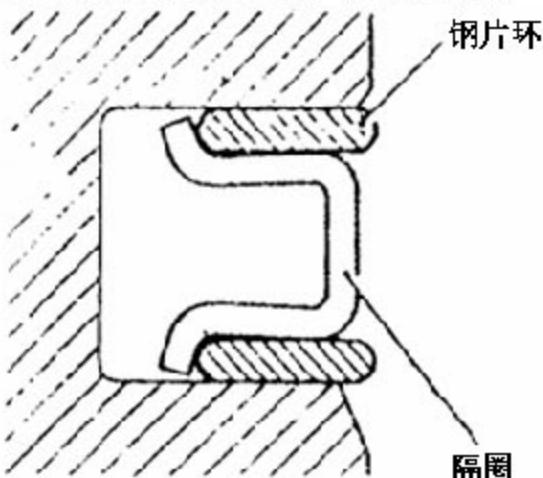

图 3-47
a).如图 3-47, 将油环隔圈装入活塞环槽, 然后安装上、下钢片环。